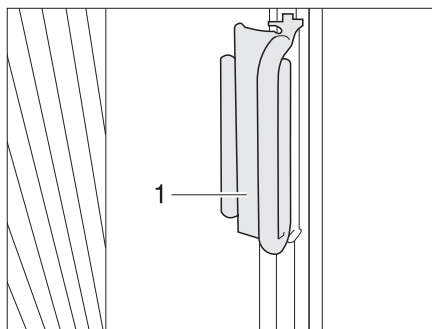

Bild 11 Handtag plisségardiner förar-/passagerarfönster
- Drag upp plisségardinerna för förar-/och passagerarfönstret, drag dem med handtaget (Bild 11,1) över kanten. Plisségardinen är säkrad.